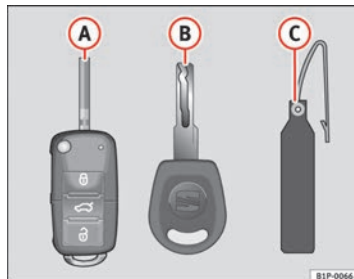

Abb. 43 Schlüsselsatz
- einem Funkschlüssel ⇒ Abb. 43 A